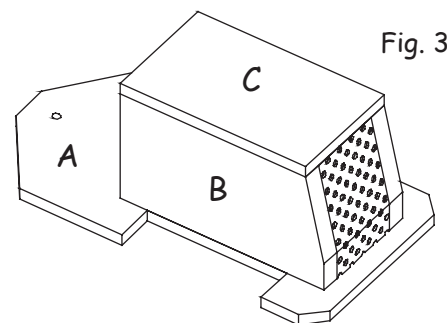

Fig. 3
Dessine la forme de la calandre sur la tôle percée (70 / 60 mm) avec un feutre fin suivant le plan 3, découpe-la avec la cisaille à tôle et plie-la. Commence le pliage **par le dessus**. Serre pour cela la tôle dans un étau (utilise des cales). Quand la calandre s'insère entre les deux pièces (B), fixe-la avec de la colle universelle, corrige sinon le pliage avec une pince universelle. Découpe la pièce (C) dans le contreplaqué (215 / 60 / 6 mm), ébarbes-en les bords et colle-la (Fig. 3).